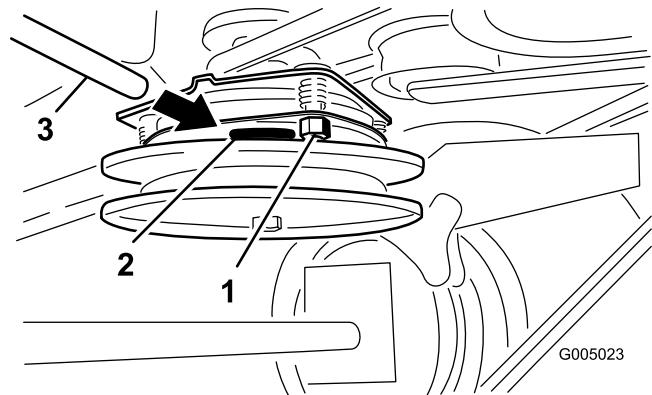

Figure 44
2. Serrez les contre-écrous jusqu'à ce la jauge d'épaisseur fléchisse légèrement mais puisse bouger facilement dans l'entrefer (Figure 44).